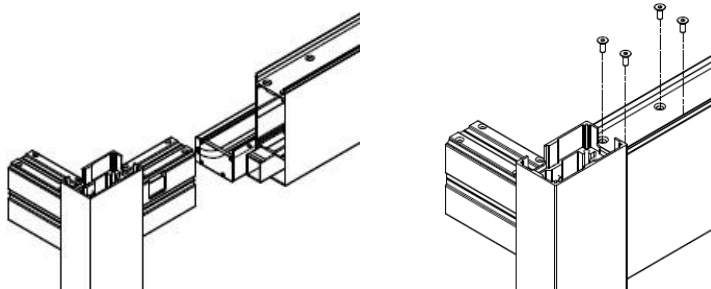

Abbildung 36
17. In liegender Position die mit den entsprechenden Füßen versehenen Pfosten nacheinander in beide Enden des zweiten Längsträgers einschieben. Die unteren Abflüsse im Längsträger passen in das quadratische Fenster im Pfosten (auf der schmalen Seite) unterhalb des Knochens. Knochen vom Pfosten zur oberen Kammer des Trägers (Abb. 36).
18. Die Ecke von oben mit 4 Kegelschrauben mit Innensechskant M8x20 verschrauben (Abb. 36-rechts).